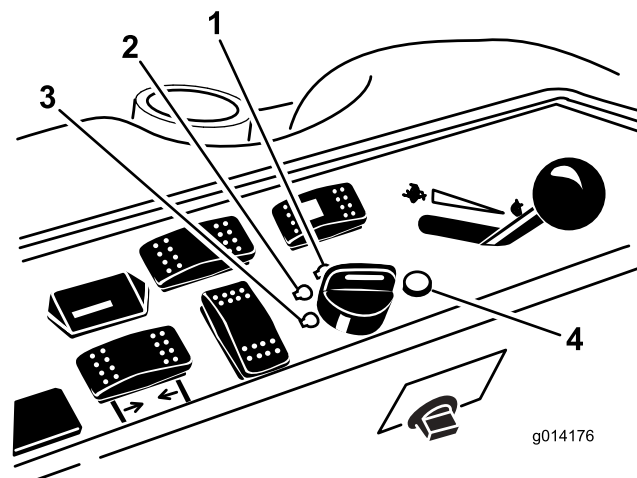

**Figura 15**
4. Desloque o interruptor da tomada de força para a posição OFF (Figura 15).
5. Mova a alavanca do regulador para o meio entre a posição FAST e a posição SLOW (Figura 15).